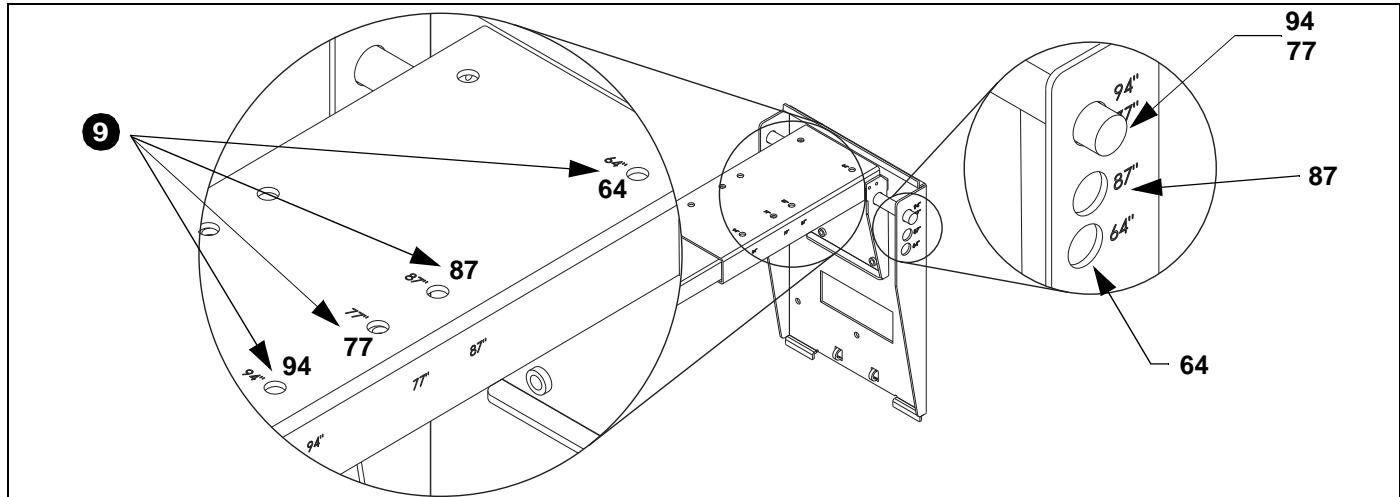

Figure 7
Voir figure 7 pour le positionnement
- Utilisez le matériel (mis de côté à l'étape 1) pour connecter le bras d'élévation au support SMART Board. (Voir Figure 7)